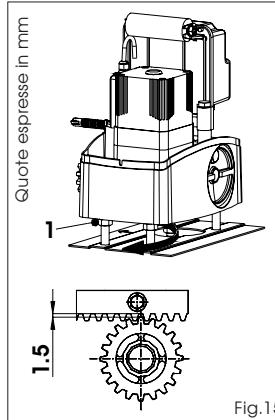

Fig.15
- Terminata l'installazione della cremagliera, per garantire un corretto ingranamento con il pignone, è opportuno abbassare di circa 1,5 mm (Fig.15) la posizione del motoriduttore.